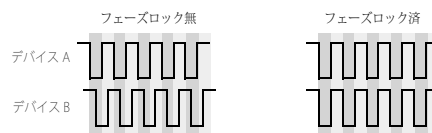

図 4-9: オーディオのトランスファーを行う場合、2つのデバイスのオーディオクロックがフェーズロックしていなければなりません。
- デジタルオーディオデバイス間でデジタルオーディオクロックをフェーズロック（図 4-9 参照）して同期を行う場合。